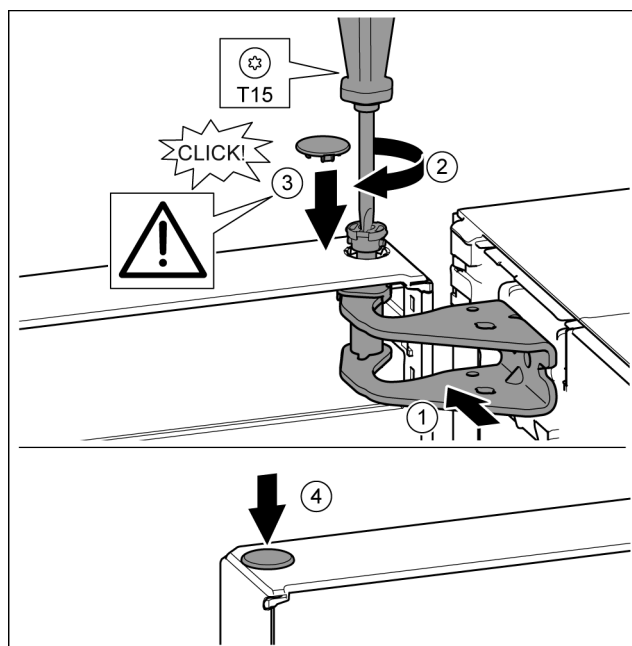

Fig. 40
- ▶ Tür oben zur Öffnung im Lagerbock ausrichten. Fig. 40 (1)
- ▶ Bolzen einsetzen und mit Schraubendreher T15 festschrauben. Fig. 40 (2)
- ▶ Sicherungsabdeckung zur Sicherung der Tür montieren: Sicherungsabdeckung einsetzen und Kontrollieren ob sie auf der Tür aufliegt. Ansonsten Bolzen vollständig einsetzen. Fig. 40 (3)
- ▶ Stopfen einsetzen. Fig. 40 (4)